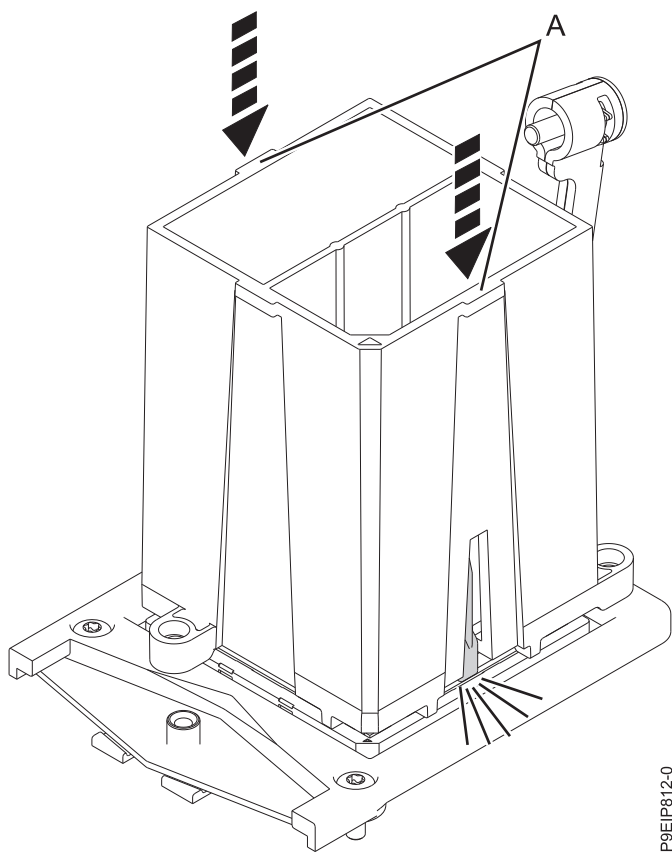

Figure 87. Fixation du module de processeur système dans l'outil
9. L'outil de retrait (**A**) étant posé sur la partie supérieure du module de processeur système, appuyez dessus pour engager le module de processeur système dedans, comme illustré dans la figure 87, à la page 81.